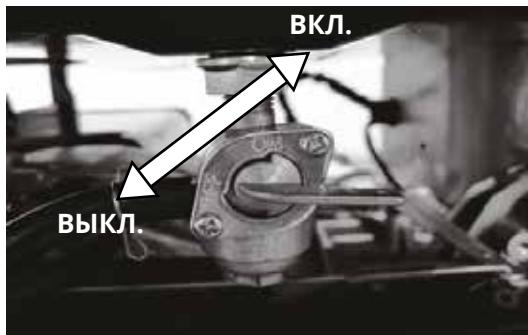

Рис. 3.1
1. Поверните рычаг топливного крана в положение «ВКЛ» (**рис. 3.1**).
3. Поверните рычаг топливного крана в положение «ВыКЛ» (**рис. 3.1**).